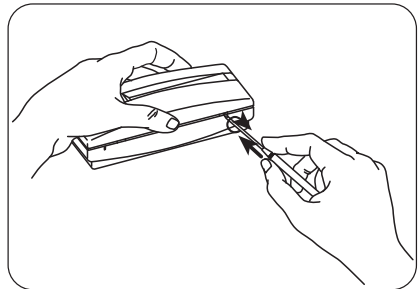

Figure 2 : Ouverture du couvercle
- Ouvrez le couvercle en dévissant les vis situées sur la face supérieure ou inférieure du boîtier (Figure 2 : Ouverture du couvercle).